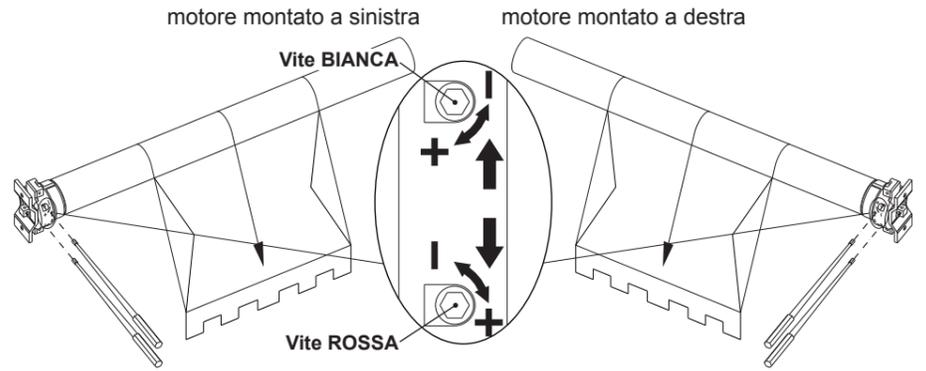

Fig. 4
3.2 Regolazione per tende da sole (Fig.4)